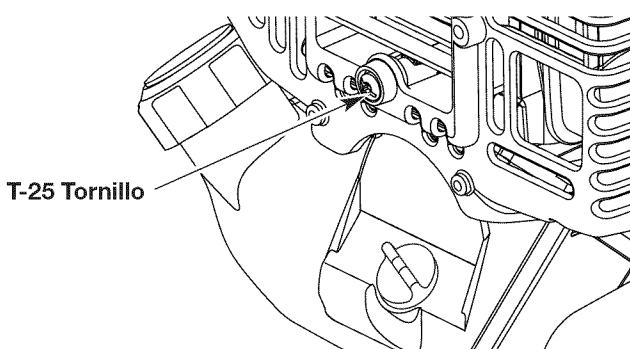

Fig. 24
2. Saque el tornillo con un destornillador de pala o Torx #25 (Fig. 24).